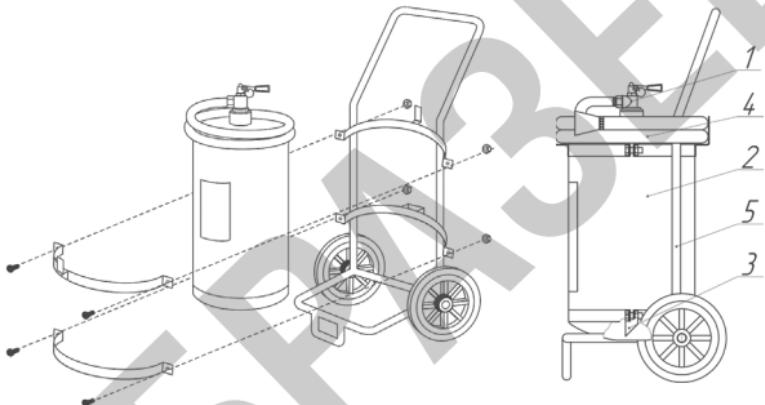

Рис.1
4.2 Огнетушитель снимается с тележки [например для ее ремонта] путем отворачивания болтов и гаек, крепящих хомуты [см. рис. 1]